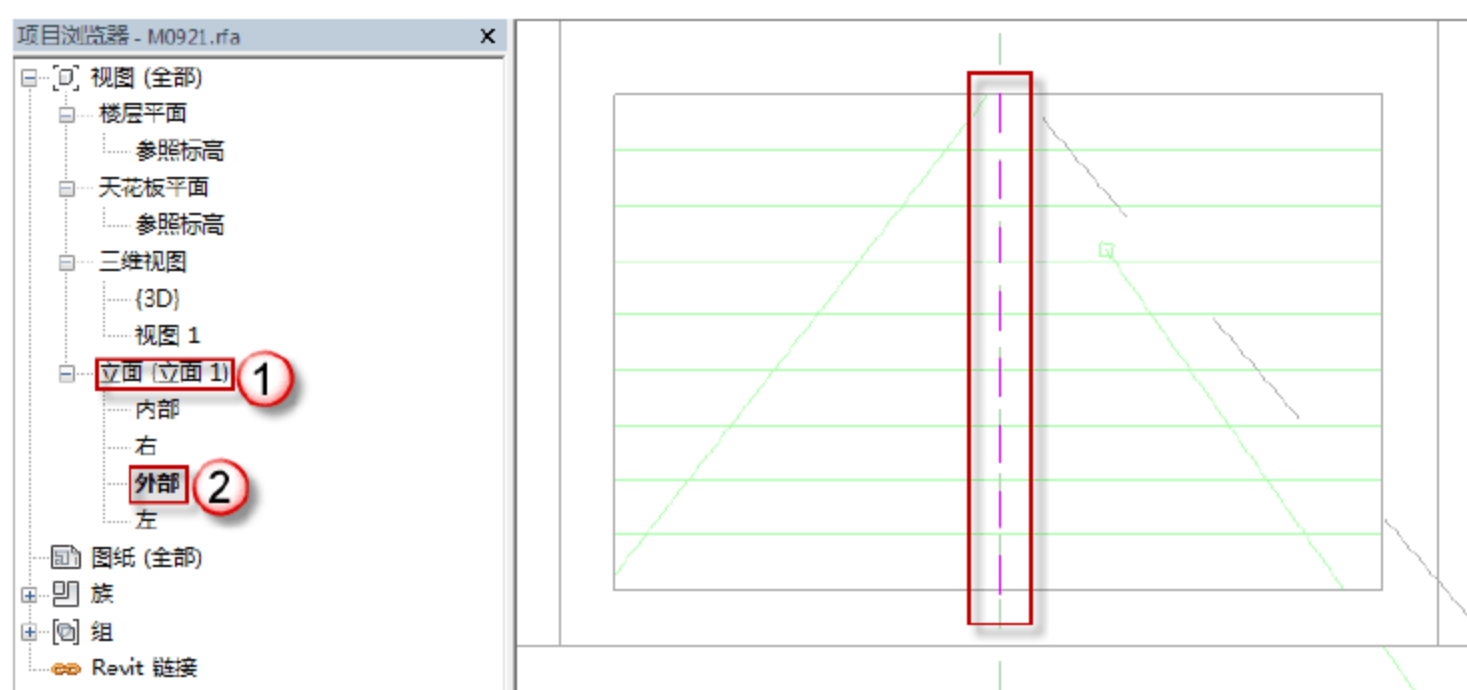

图 6.1.30 百叶窗斜棂的外部视图
(30) 修改百叶窗斜棂宽度。选择“项目浏览器”中的“立面(立面1)”→“外部”选项,进入百叶窗斜棂拉伸创建的外部立面视图,如图6.1.30所示。在“属性”面板中,在“拉伸终点”中输入“260”字样,在“拉伸起点”中输入“-260”字样,如图6.1.31所示。